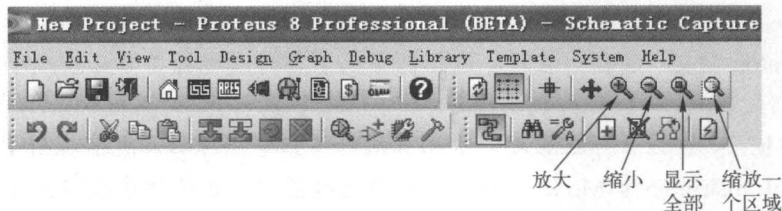

图 1-12 工具栏缩放工具
- ☺ 使用工具栏 Zoom In (放大)、Zoom Out (缩小)、Zoom All (显示全部) 或 Zoom Area (缩放一个区域) 图标缩放编辑窗口, 如图 1-12 所示。